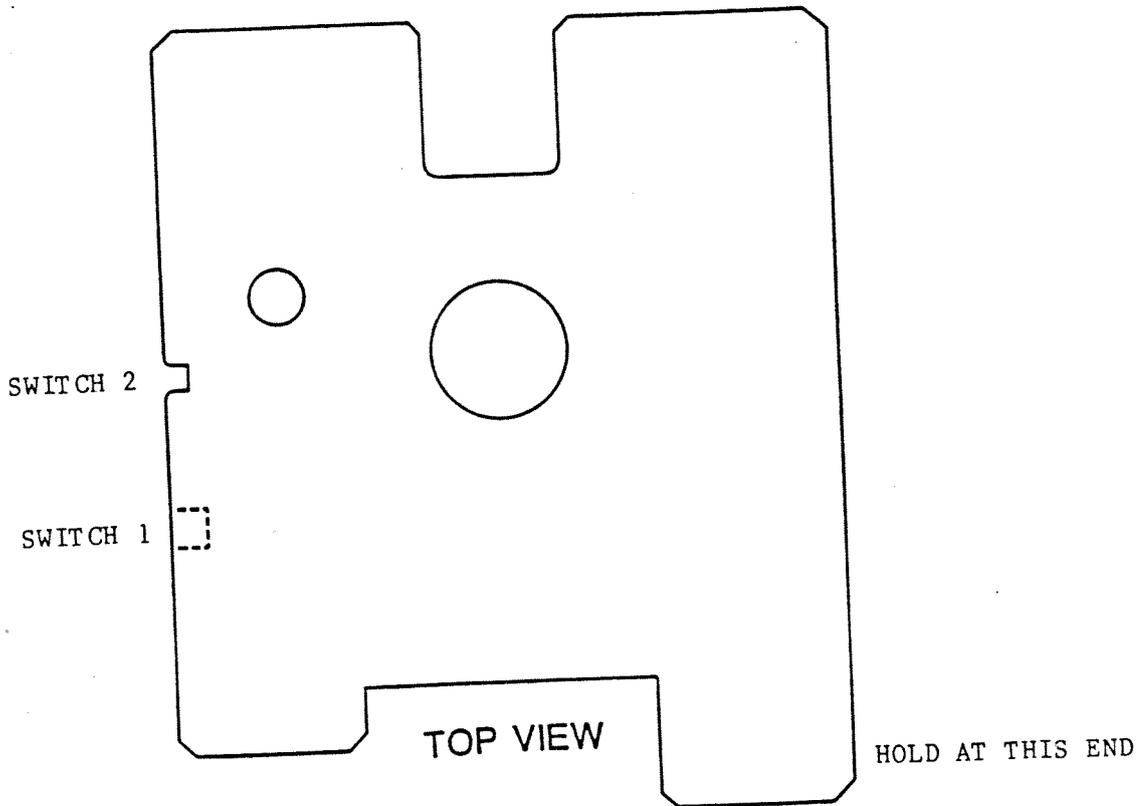

FIGURE 6
7. Halten Sie das Diskettenjustagewerkzeug wie in Abbildung 6, legen Sie es ganz in das Laufwerk ein und lassen Sie die Klappe des Laufwerks offen; drehen Sie dann das Diskettenlaufwerk um.